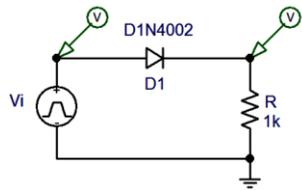

Figura 1.40 – Simulação: modelo aproximado do diodo (estudo dos parâmetros). Sinal de entrada: rampa, de 0 a 5 V_p, frequência de 100 Hz.
►► **Simulação 1** – *Modelo aproximado do diodo*. O circuito da Figura 1.40 foi estudado no PSpice, em uma simulação para verificação dos sinais de entrada e de saída. Comentar sobre o sinal no catodo do diodo.